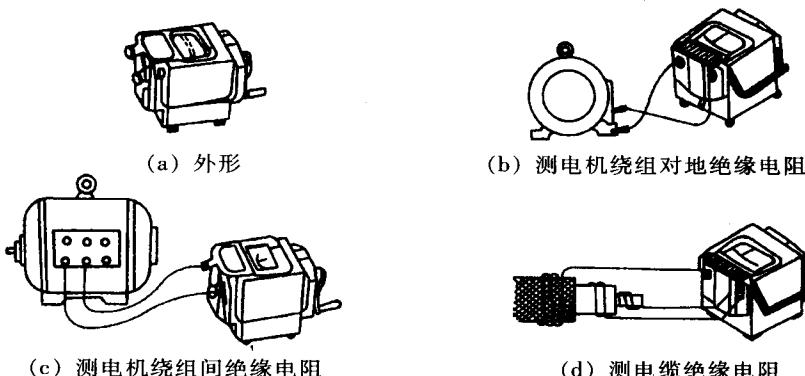

图 1-11 兆欧表的接线
- (1) 测量照明及动力线路对地绝缘电阻的接线，如图 1-11(a)所示，线路接线桩接导线，接地接线桩接大地。
- (2) 测量电动机绝缘电阻的接线，如图 1-11(b)、1-11(c)所示。测量绕组对地绝缘电阻时，线路接线桩接绕组，接地接线桩接电动机外壳。测量绕组间的绝缘电阻时，线路接线桩与接地接线桩分别接两只绕组的头或尾。
- (3) 测量电缆绝缘电阻的接线，如图 1-11(d)所示，线路接线桩接导体，接地接线桩接电缆绝缘外壳，屏蔽接线桩接电缆金属屏蔽层。